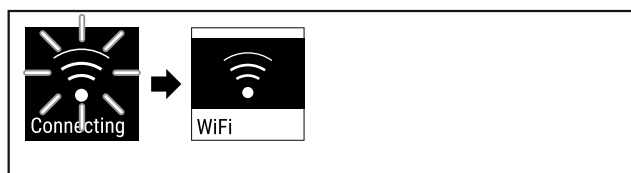

Fig. 86
- ▶ Ryšys užmezgamas (žr. Fig. 86).